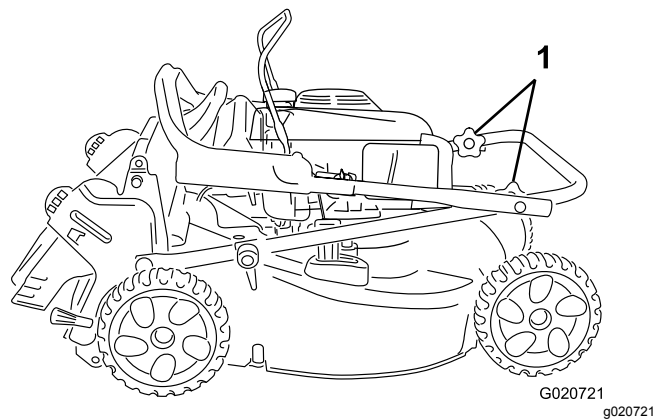

Figura 22
3. Gire la sección superior del manillar hacia atrás sobre el motor; consulte Figura 22.